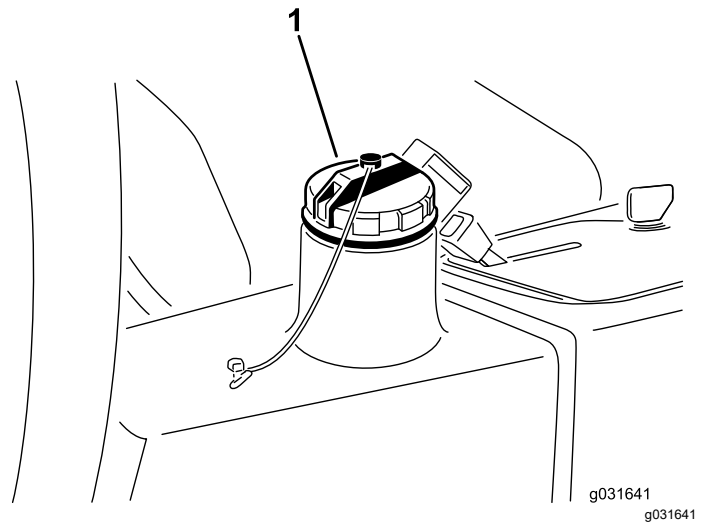

图 66
4. 向液压油箱 图 66注入约 13.2L 液压油请参阅 液压油规格 \(页码 49\)和 检查液压油油位 \(页码 50\)。